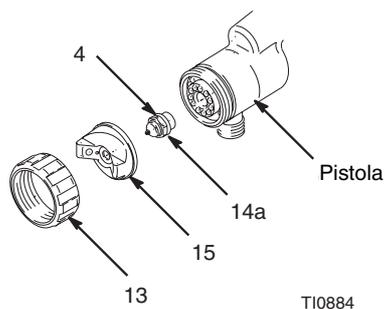

FIG. 17
- 2 Retire el anillo de retención del casquillo de aire (13), el cabezal de aire (15), la boquilla (14a) y la junta tórica (4). Fig. 17.
- 3 Dispare la pistola mientras desmonta con la mano la boquilla para líquidos (14a). Fig. 17.